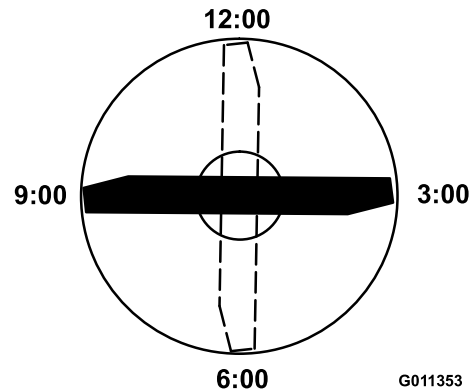

Bild 70
- Positionieren Sie die Schnittkante der markierten Messerseite in die 12-Uhr-Stellung (geradeaus in Mährichtung) und messen die Höhe vom Tisch bis zur Schnittkante (Bild 70).
- Drehen Sie die markierte Seite des Messers auf die 3- und die 9-Uhr-Stellung und messen Sie die Höhe (Bild 70).